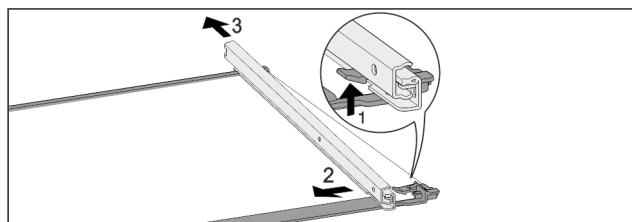

Fig. 125 Стеклянная пластина с направляющими
- ▶ Отожмите передний стопорный крючок вверх. Fig. 125 (1)
- ▶ Сдвиньте выдвижную направляющую в сторону Fig. 125 (2) и назад Fig. 125 (3).